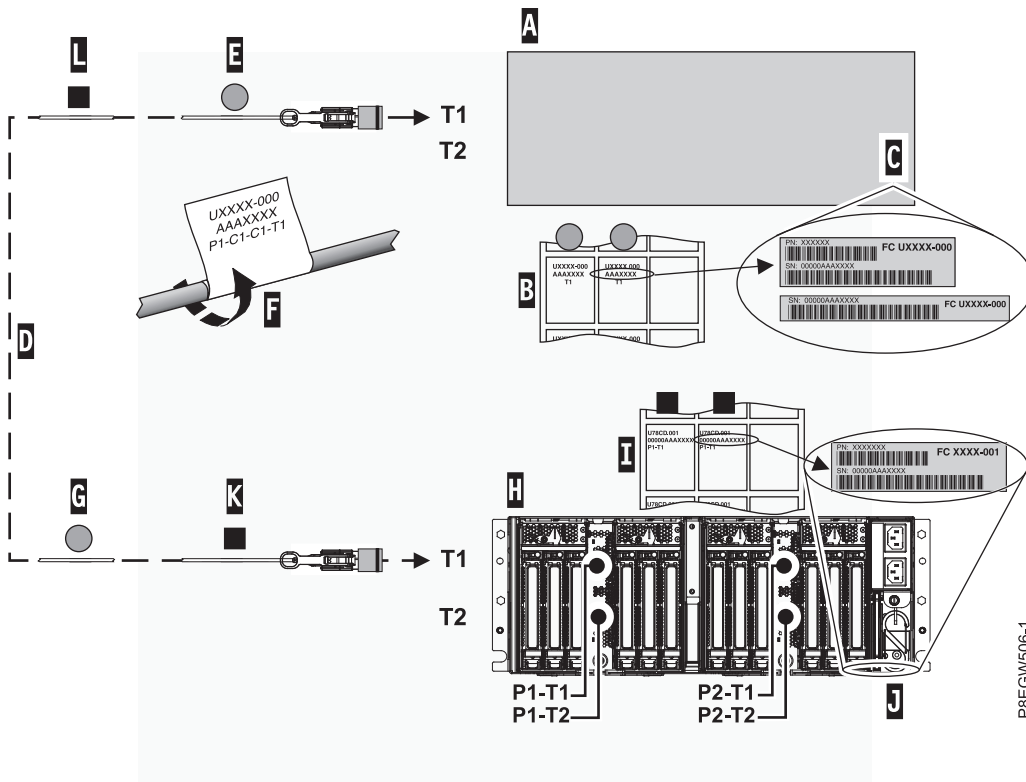

Abbildung 17. Aktives Lichtleiterkabel beschriften
Anmerkung: Während Sie diese Schritte ausführen, finden Sie unter Abb. 17 auf Seite 24 weitere Referenzinformationen.
- g. Kleben Sie das Cx-T1-Etikett ganz links auf das Steckerende des Kabels **(E)**. Siehe Abb. 17 auf Seite 24. Umwickeln Sie das Kabel mit dem leeren Ende des Etiketts zuerst, damit die Positionsinformationen **(F)** sichtbar sind.
- h. Entnehmen Sie dem Hostsystem-Etikettenbogen **(B)** das zweite Cx-T1-Etikett und bringen Sie es am gegenüberliegenden Ende des Kabels an, das an den Einschub für EMX0-PCIe3-Erweiterungen angeschlossen wird. Stellen Sie sicher, dass das Etikett mehr als 100 mm (4 Zoll) vom Ende des Kabels **(G)** entfernt angebracht wird. Siehe Abb. 17 auf Seite 24.
Anmerkung: Während Sie diese Schritte ausführen, finden Sie unter Abb. 17 weitere Referenzinformationen.
- a. Suchen Sie den Einschub für EMX0-PCIe3-Erweiterungen (H), den Sie an das Hostsystem anschließen.
- b. Suchen Sie den Etikettenbogen mit der Seriennummer des Einschubs für EMX0-PCIe3-Erweiterungen (I).
- c. Gleichen Sie die Seriennummer des Einschubs für EMX0-PCIe3-Erweiterungen (J) mit der Seriennummer auf dem Etikettenbogen für den Einschub für EMX0-PCIe3-Erweiterungen (I) ab.
- f. Bringen Sie das Px-T1-Etikett ganz links am Steckerende des Kabels (K) an. Siehe Abb. 17. Umwickeln Sie das Kabel mit dem leeren Ende des Etiketts zuerst, damit die Positionsinformationen (F) sichtbar sind.
- g. Entnehmen Sie dem Erweiterungseinschub-Etikettenbogen das zweite Px-T1-Etikett, und bringen Sie es am gegenüberliegenden Ende des Kabels mit einem Abstand von mehr als 100 mm (4 Zoll) zum Kabelende (L) an. Siehe Abb. 17.